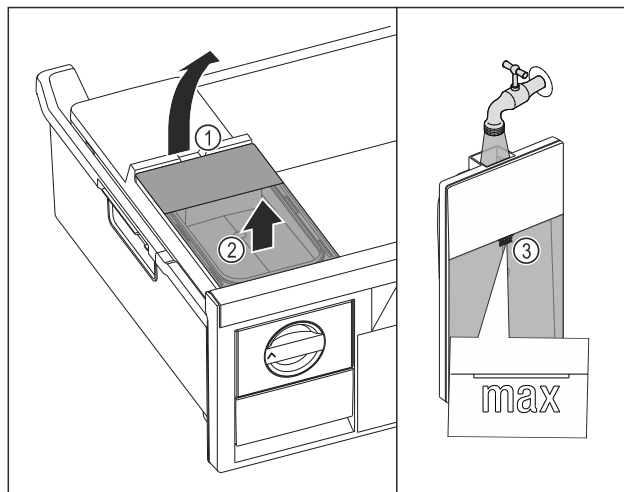

Fig. 71
- ▶ Ridicați rezervorul de apă de la degajare Fig. 71 (1).
- ▶ Scoateți rezervorul de apă în sus. Fig. 71 (2)
- ▶ Umpleți rezervorul de apă până la marcaj Fig. 71 (3) cu apă potabilă.